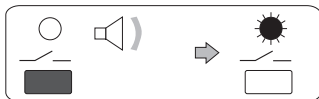
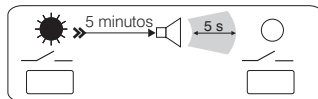

Fig. 3
Fig. 4
- Mantener presionada la **tecla "—/—"** hasta oír una breve señal acústica y soltarla: el mando está activado y el LED permanece encendido (fig. 3). Al cabo de **5 minutos** una señal acústica continua de 5 segundos indica que el mando se está por desactivar (fig. 4). Si se desea mantenerlo activo hay que volver a presionar la **tecla "—/—"** antes del fin de la señal.